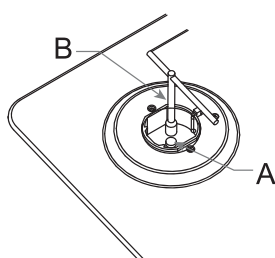

Рисунок 9
2. Снимите детали горелки "В" и подставки для кастрюль (Рис. 9).
3. Снимите форсунки "А" (Рис. 9) торцевым гаечным ключом и замените на соответствующие форсунки.